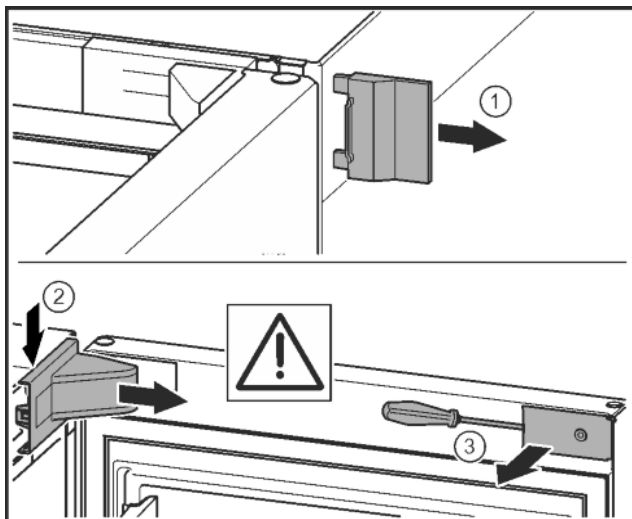

Fig. 10
- ▶ Sejměte vnější kryt. Fig. 10 (1)
- ▶ Odjistěte a uvolněte kryt stojanu ložiska. Sejměte kryt stojanu ložiska. Fig. 10 (2)
- ▶ Plochým šroubovákem odjistěte lištu a otočte ke straně. Fig. 10 (3)